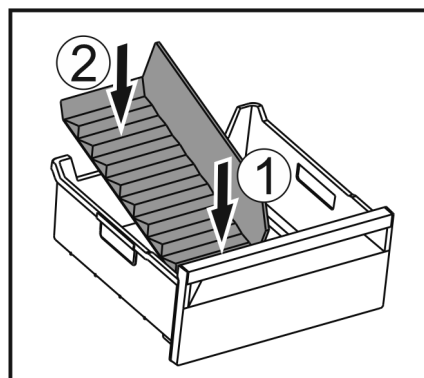

Fig. 170
- Vložte přední část přepážky přihrádky na led. Fig. 170 (1)
- Zadní část přepážky přihrádky na led spusťte až na dno zásuvky. Fig. 170 (2)